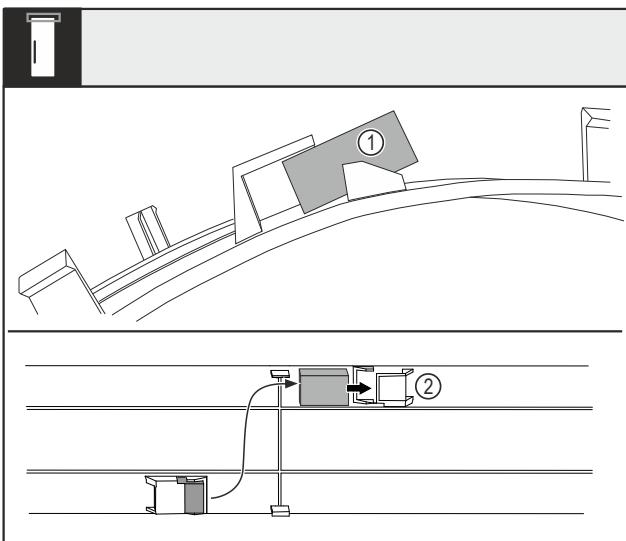

Fig. 16
- ▶ 将盖板弯曲并将门磁 Fig. 16 (1)从插座中拉出。
- ▶ 将门磁推入另一个插座 Fig. 16 (2)中。